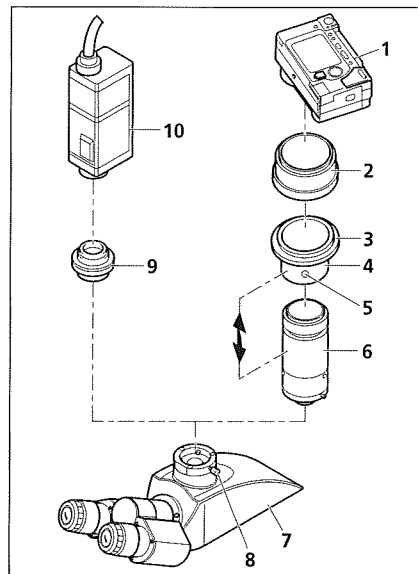

Bild 17 Kamera ansetzen
- Ggf. zuerst Fototubus (Bild 17/7) montieren (siehe Abschnitt 3.4.1).
- Klemmschraube (Bild 17/8) lösen und Staubschutzkappe vom Fototubus abnehmen.
- Schiebefassung (Bild 17/4), Gewindeadapterring M37/52 (Bild 17/3) und Linsefassung (Bild 17/6) werden vormontiert als **Digital Kamera Adapter P95 M37/52x0,75** geliefert. Die nebenstehende Zeichnung zeigt den demontierten Zustand. Fernerhin lässt sich an der Schiebefassung (Bild 17/4) der Gewinderingadapter M37/52 (Bild 17/3) abschrauben (nicht dargestellt), so dass sich nun auch Kameras mit M37 ansetzen lassen.
- Adapterring (Bild 17/2) (im Lieferumfang der Kamera) an Kamera (Bild 17/1) anbringen (siehe Bedienungsanleitung der Kamera).
- Die Einheit, bestehend aus Schiebefassung (Bild 17/4), Gewindeadapterring M37/52 (Bild 17/3) und Linsefassung (Bild 17/6), in den Adapterring (Bild 17/2) einschrauben.
- Kamera mit Adapter bis zum Anschlag in den Fototubus einsetzen, ausrichten und mit Klemmschraube (Bild 17/8) fixieren.
- Je nach Mikroskopausrüstung oder verwendeter Kamera muss möglicherweise der Abstand Kameraobjektiv – Linsenfassung (Bild 17/6) optimiert werden (siehe Doppelpfeil). Dies ist insbesondere dann der Fall, wenn sich in keiner Zoom-Stellung des Kameraobjektives ein beschnittfreies Bild erzielen lässt. Hierzu an der Kamera folgende Einstellungen vornehmen:
- Gewindestift (Bild 17/5) lösen
- Kameraobjektiv von Weitwinkel (W) nach Tele (T) durchzoomen.
- Gewindestift (Bild 17/5) wieder festziehen.
Kameras mit Gewinde C-Mount werden mit Hilfe der Kamera-Adapter P95-C 2/3" 0,65x oder P95-C 1/2" 0,5x (Bild 17/9) an den Fototubus des Mikroskops angeschlossen.
- Kamera (Bild 17/10) zusammen mit dem passenden Kamera-Adapter (Bild 17/9) bis zum Anschlag in den Fototubus einsetzen, ausrichten und mit Klemmschraube (Bild 17/8) fixieren.